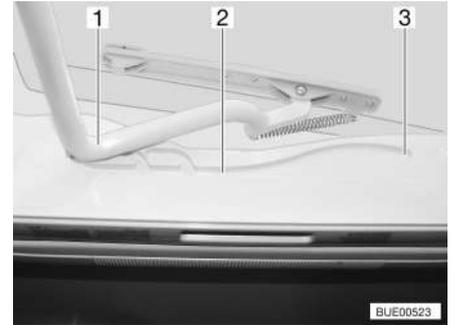

Fig. 24 Claraboya Heki, guía
- Tirar la horquilla (Fig. 24,1) en las guías (Fig. 24,2) hasta la posición trasera final (Fig. 24,3).
- Empujar el estribo (Fig. 24,1) ligeramente hacia arriba con ambas manos.
- Tirar el estribo en las guías (Fig. 24,2) hasta la posición deseada.